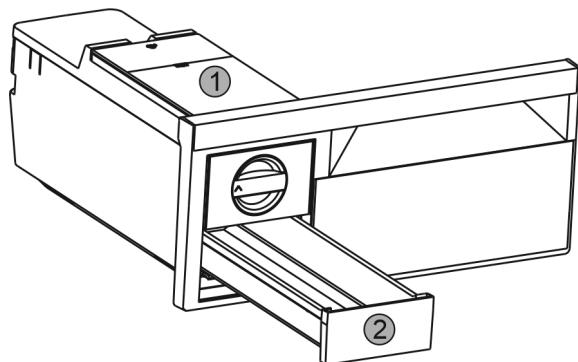

Fig. 79
- Odstranite rezervoar za vodo Fig. 79 (1) in predal za led Fig. 79 (2).